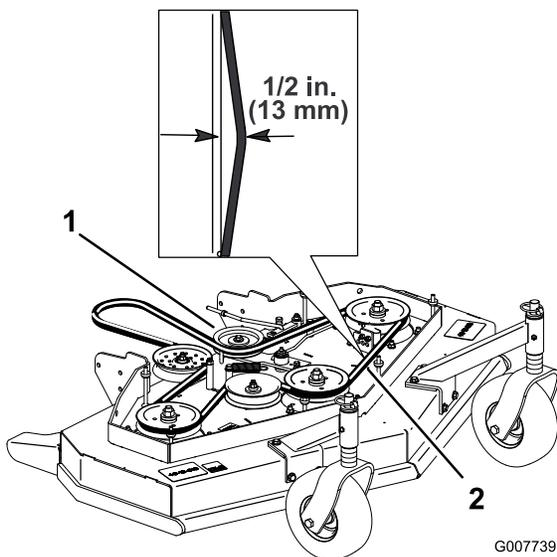

Figura 42
4. Staccate la puleggia tendicinghia e la cinghia consumata (Figura 42).
**Nota:** La tensione appropriata per la cinghia del tosaerba è 44-67 N con una flessione della cinghia, nel punto intermedio tra le pulegge, di 13 mm (Figura 42).